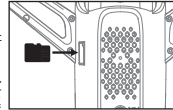

図14
1. 図14に従って、TFカードをスロットに挿入します。(*TFカードは含まれていません)